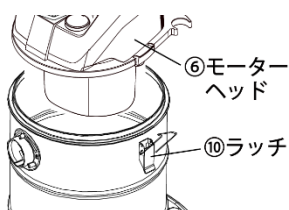

図 2
- i. 本体の⑩ラッチを持ち上げて解除し、⑥モーターヘッドを取り外してください。続いて、⑨タンク内の付属品を取り出してください（図2参考）。
- iii. 『手順i』で取り外した⑥モーターヘッドを⑨タンクにセットし、⑩ラッチで再固定してください（図2参考）。
- i. 『2、組立方法 手順i』を参考にし、⑥モーターヘッドを⑨タンクから取り外してください(図2参考)。
- vi. 『2、組立方法 手順iii』を参考にし、⑥モーターヘッドを⑨タンクにセットし、⑩ラッチで再固定してください(図2参考)。
- vii. ⑩排気フィルターは汚れが酷いときのみ清掃してください。清掃する際は、フィルターカバー上部のスイッチを押しながらフィルターカバーを取り外し、続いて⑩排気フィルターを取り外してください。